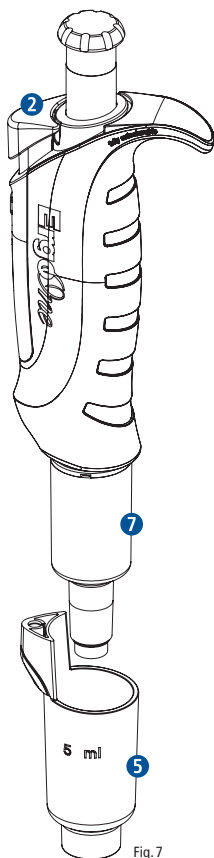

Fig. 7
- Presione completamente el botón de expulsión **2** y tire del casquillo de expulsión de puntas **5** hacia abajo (Fig. 7).